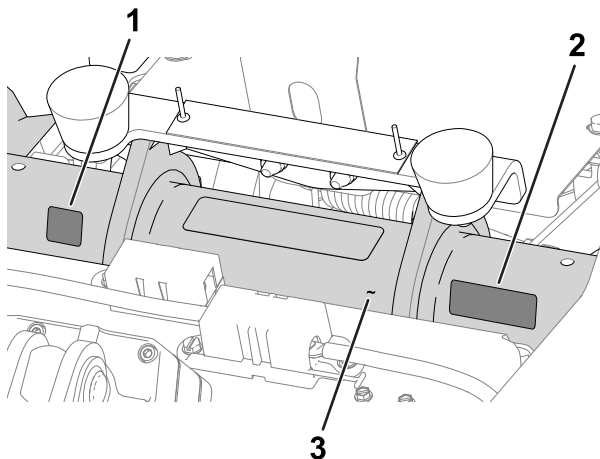

Figura 11
- **Pegatina del año de fabricación y pegatina CE/UKCA:** aplique las pegatinas en el tubo del bastidor, debajo del asiento y la placa del número de serie; consulte la Figura 11.